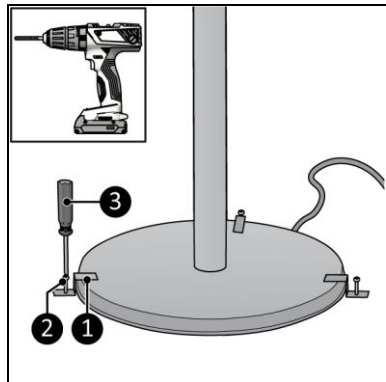

Afbeelding 10
4. Zorg dat schakelaar I (Afbeelding 10, pos. 3) en schakelaar II (Afbeelding 10, pos.2) beide in de UIT-stand staan.
5. Steek de stekker (Afbeelding 10, pos. 1) in een geaard stopcontact waar u eenvoudig bij kunt. Gebruik een geaard stopcontact met een minimumvermogen van 2100 watt.
- lage stand: druk op schakelaar I (Afbeelding 10, pos. 3);
- middelste stand: druk op schakelaar II (Afbeelding 10, pos. 2);
- hoge stand: druk op schakelaar I (Afbeelding 10, pos. 3) en schakelaar II (Afbeelding 10, pos. 2).
1. Zorg dat schakelaar I (Afbeelding 10, pos. 3) en schakelaar II (Afbeelding 10, pos. 2) beide in de UIT-stand staan.
2. Trek de stekker uit het stopcontact (Afbeelding 10, pos. 1).